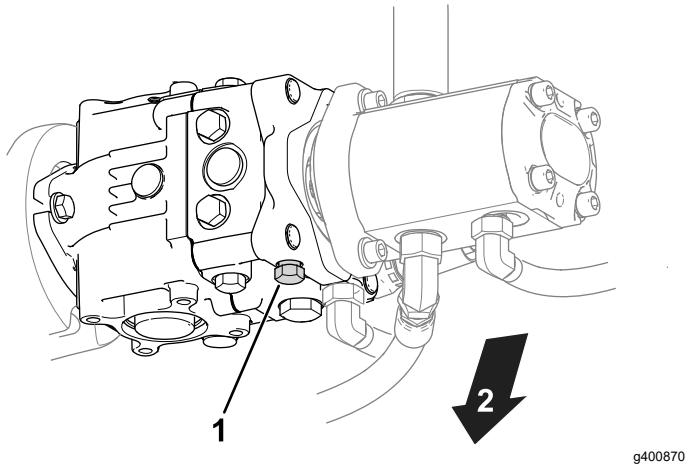

Figura 31
1. Individuate la valvola di bypass sulla pompa (Figura 31).